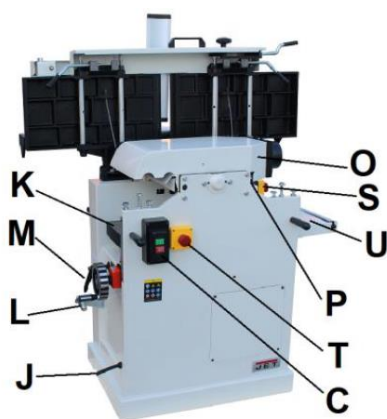

Fig. 2
- J.....Prise secteur (non représentée) (Fig. 2)
Les 4 poignées de transport (R, Fig. 2) sont uniquement destinées à décharger la machine de la palette lors du déballage.
L'alimentation électrique peut être enclenchée et désenclenchée avec la poignée (L, Fig. 2).